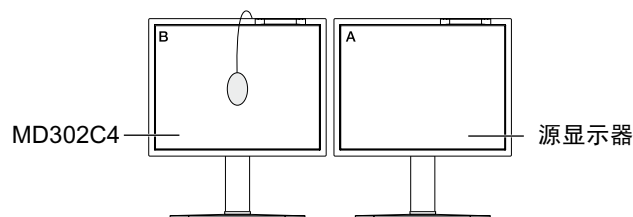

图 C.2
7. 当您希望确认显示器 B 的白点时，从源显示器 A 上取下 USB 色彩传感器并将其置于显示器 B 的中心 (图 C.2)。要跳过显示器 B 的白点确认，请按“SELECT (选择)”键到步骤 9 进行 FINE TUNING (细调)。